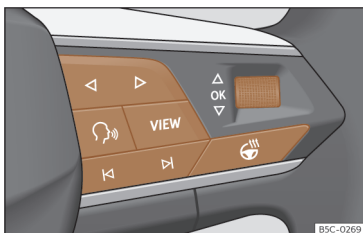

Fig. 9 Lado direito do volante multifunções: botões para utilizar os menus e as indicações informativas do painel de instrumentos (segundo versões).
Enquanto existir uma advertência com prioridade 1 >>> **Página 24**, não será possível aceder a nenhum menu. Algumas advertências podem ser confirmadas e ocultadas com o botão **OK** do volante multifunções >>> **Fig. 9**.
- Se aparecer uma mensagem ou o pictograma de um veículo, pressione o botão **OK** >>> **Fig. 9**; se for necessário, várias vezes.